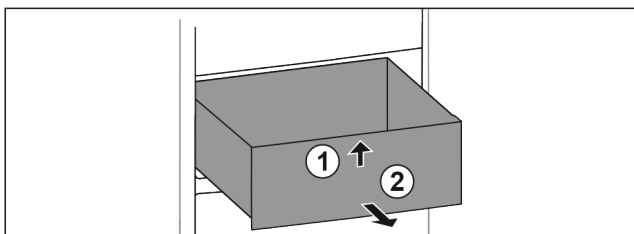

Fig. 33
- ▶ Nadzvedněte zásuvku vpředu. Fig. 33 (1)
- ▶ Vyjměte zásuvku dopředu. Fig. 33 (2)